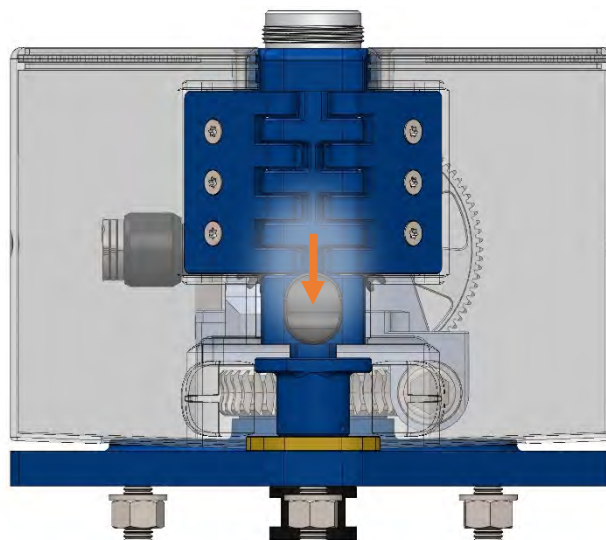

Abbildung 15
1. Drücken Sie den schwarzen Knopf an der Seite des Gehäuses. (Abbildung 15)